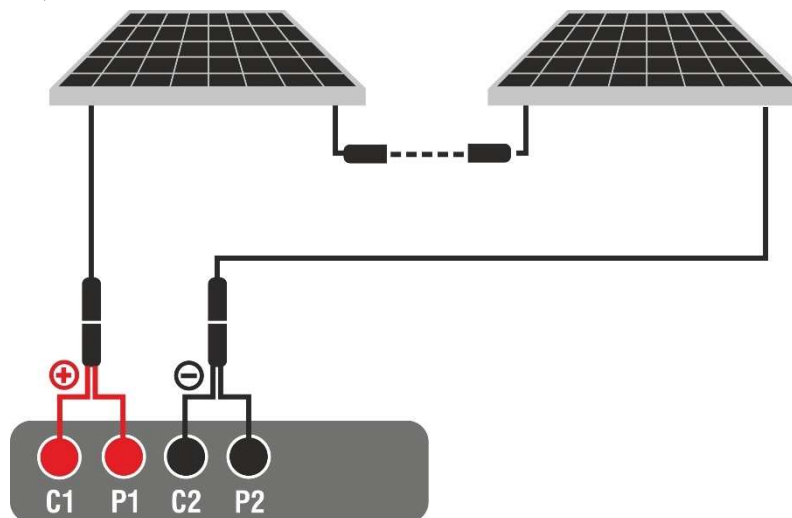

Abb. 34: Verbindung für I-V Tests ohne Fernstation
3. Verbinden Sie das Instrument mit dem zu testenden Modul/String wie in Abb. 34 gezeigt. Verbinden Sie insbesondere den vom Modul/String ausgehenden Minuspol mit den Anschlüssen **P2, C2** und den vom Modul/String ausgehenden Pluspol mit den Anschlüssen **P1, C1**.